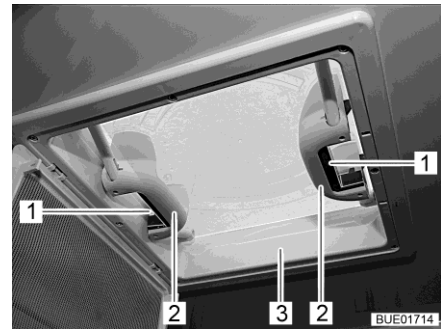

Bild 124 Griffe mit Schnappverschlüssen
■ Schnappverschluss (Bild 124,1) zur Innenseite der Dachhaube (Bild 124,3) drücken. Gleichzeitig mit dem Griff (Bild 124,2) die Dachhaube nach oben drücken.
■ Dachhaube (Bild 124,3) an beiden Griffen (Bild 124,2) kräftig nach unten ziehen, bis beide Schnappverschlüsse (Bild 124,1) eingerastet sind.